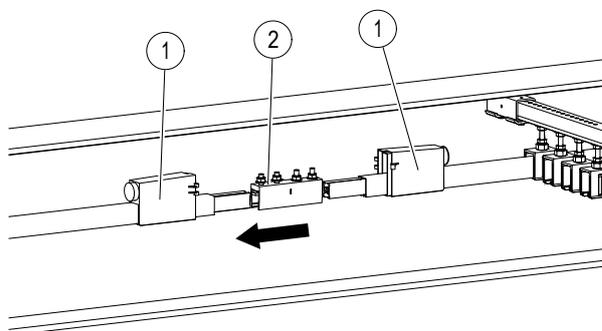
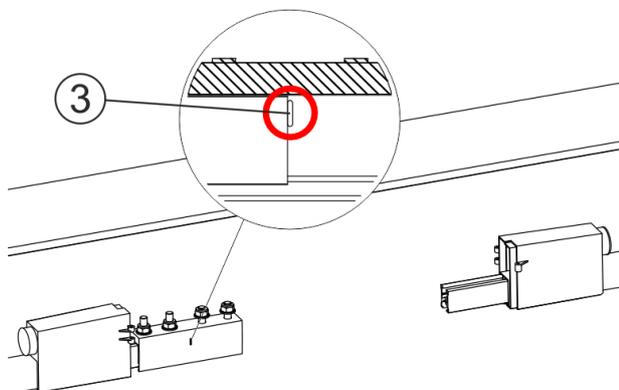
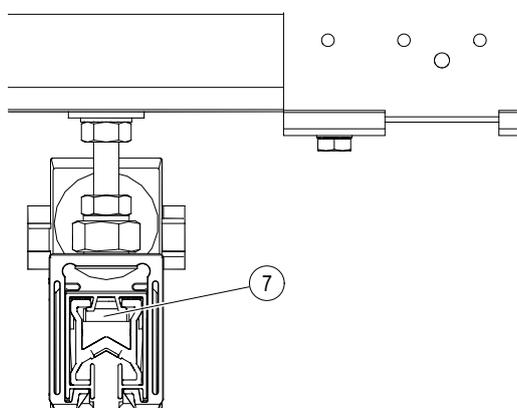

Fig. 70 : Pousser éclisse dans la première extrémité du rail conducteur jusqu'à l'arrêt.
Fig. 71 : Éclisse avec arrêt (pos. 3) (rail conducteur en aluminium/acier inoxydable ou CopperECO) poussé dans la première extrémité du rail conducteur.
Fig. 78 : La plaque de serrage de l'éclisse se trouve dans le profilé creux de l'éclisse.
- Pousser éclisse (pos. 2) dans la première extrémité du rail conducteur jusqu'à l'arrêt (pos. 3) (voir Fig. 70 et Fig. 71). Un espace de 2 à 3 mm max. entre les extrémités du rail est nécessaire pour des raisons de fonctionnement. La plaque de serrage (pos. 7, voir Fig. 78) doit se trouver dans le profilé creux du rail conducteur.